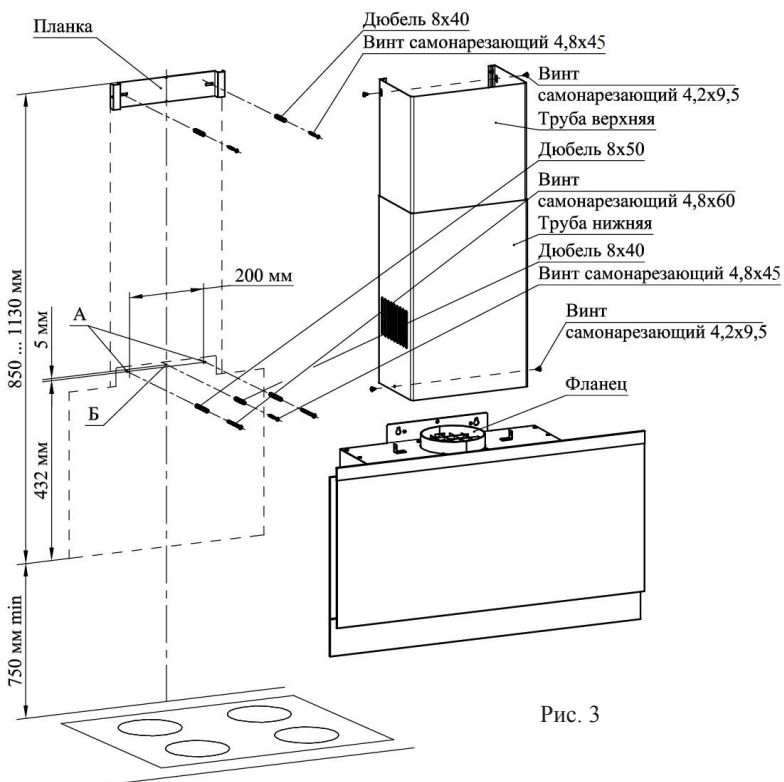

Рис. 3
ВНИМАНИЕ! МИНИМАЛЬНОЕ РАССТОЯНИЕ МЕЖДУ ПЛОСКОСТЬЮ УСТАНОВКИ ПОСУДЫ НА ПЛИТУ (НАГРЕВАТЕЛЬНОЙ ПОВЕРХНОСТЬЮ) И ВОЗДУХООЧИСТИТЕЛЕМ ДОЛЖНО БЫТЬ 75 см. ВОЗДУХООЧИСТИТЕЛЬ КРЕПИТЬ НА РОВНУЮ ПОВЕРХНОСТЬ (рис. 3).
- 6.3 С учетом установочной высоты и центральной линии разметьте на стене отверстия (А и Б) (рис. 3).
- 6.4 Просверлите отверстия диаметром 8 мм: А на глубину 70 мм, Б на глубину 50 мм (рис. 3).
- 6.5 В отверстия вставьте дюбели согласно рис. 3 и по отверстиям А заверните не до упора два винта самонарезающих 4,8х60, на которые навесьте воздухоочиститель со снятыми фильтрами.
- 6.8 Вставьте верхнюю декоративную трубу в нижнюю и установите обе трубы на корпус воздухоочистителя. Зафиксируйте нижнюю трубу на корпусе винтами самонарезающими 4,2х9,5, завернув их согласно рис. 3.